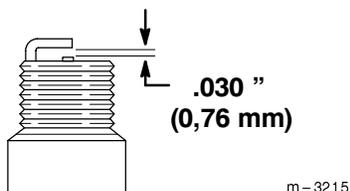

Figure 14
- Réglez l'écartement des électrodes de la bougie neuve à 0,76 mm (Fig. 14).